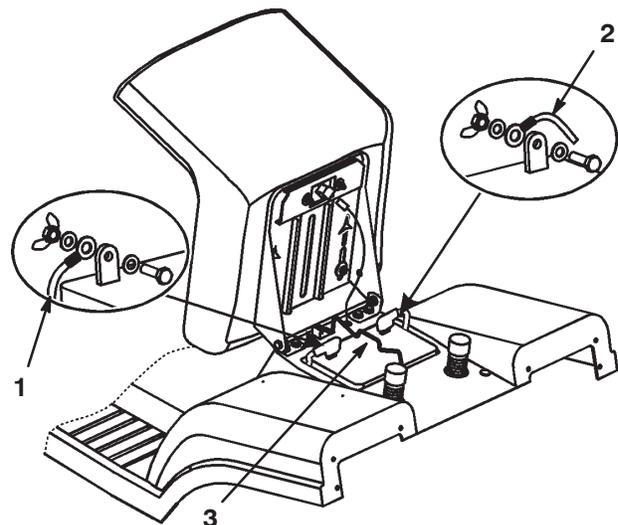

Bild 24
7. Klemmen Sie das Minuskabel (schwarz) vom Batteriepol ab (Bild 24).
9. Klemmen Sie das (rote) Pluskabel vom Batteriepol ab (Bild 24).
10. Entfernen Sie die Batteriebefestigungsstange (Bild 24).
1. Setzen Sie die Batterie in den Rahmen ein. Die Pluspole sollten zur Vorderseite des Traktors zeigen (Bild 24).
2. Befestigen Sie die Batterie mit den Klemmstangen am Rahmen (Bild 24).
3. Schließen Sie das Pluskabel (rot) mit der Schraube und der Flügelmutter am (+) Pluspol an (Bild 24). Schieben Sie die Gummiabdeckung über den Batteriepol.
4. Schließen Sie das (schwarze) Minuskabel mit der Schraube und Flügelmutter am (-) Minuspol an (Bild 24). Schieben Sie die Gummiabdeckung über den Batteriepol.